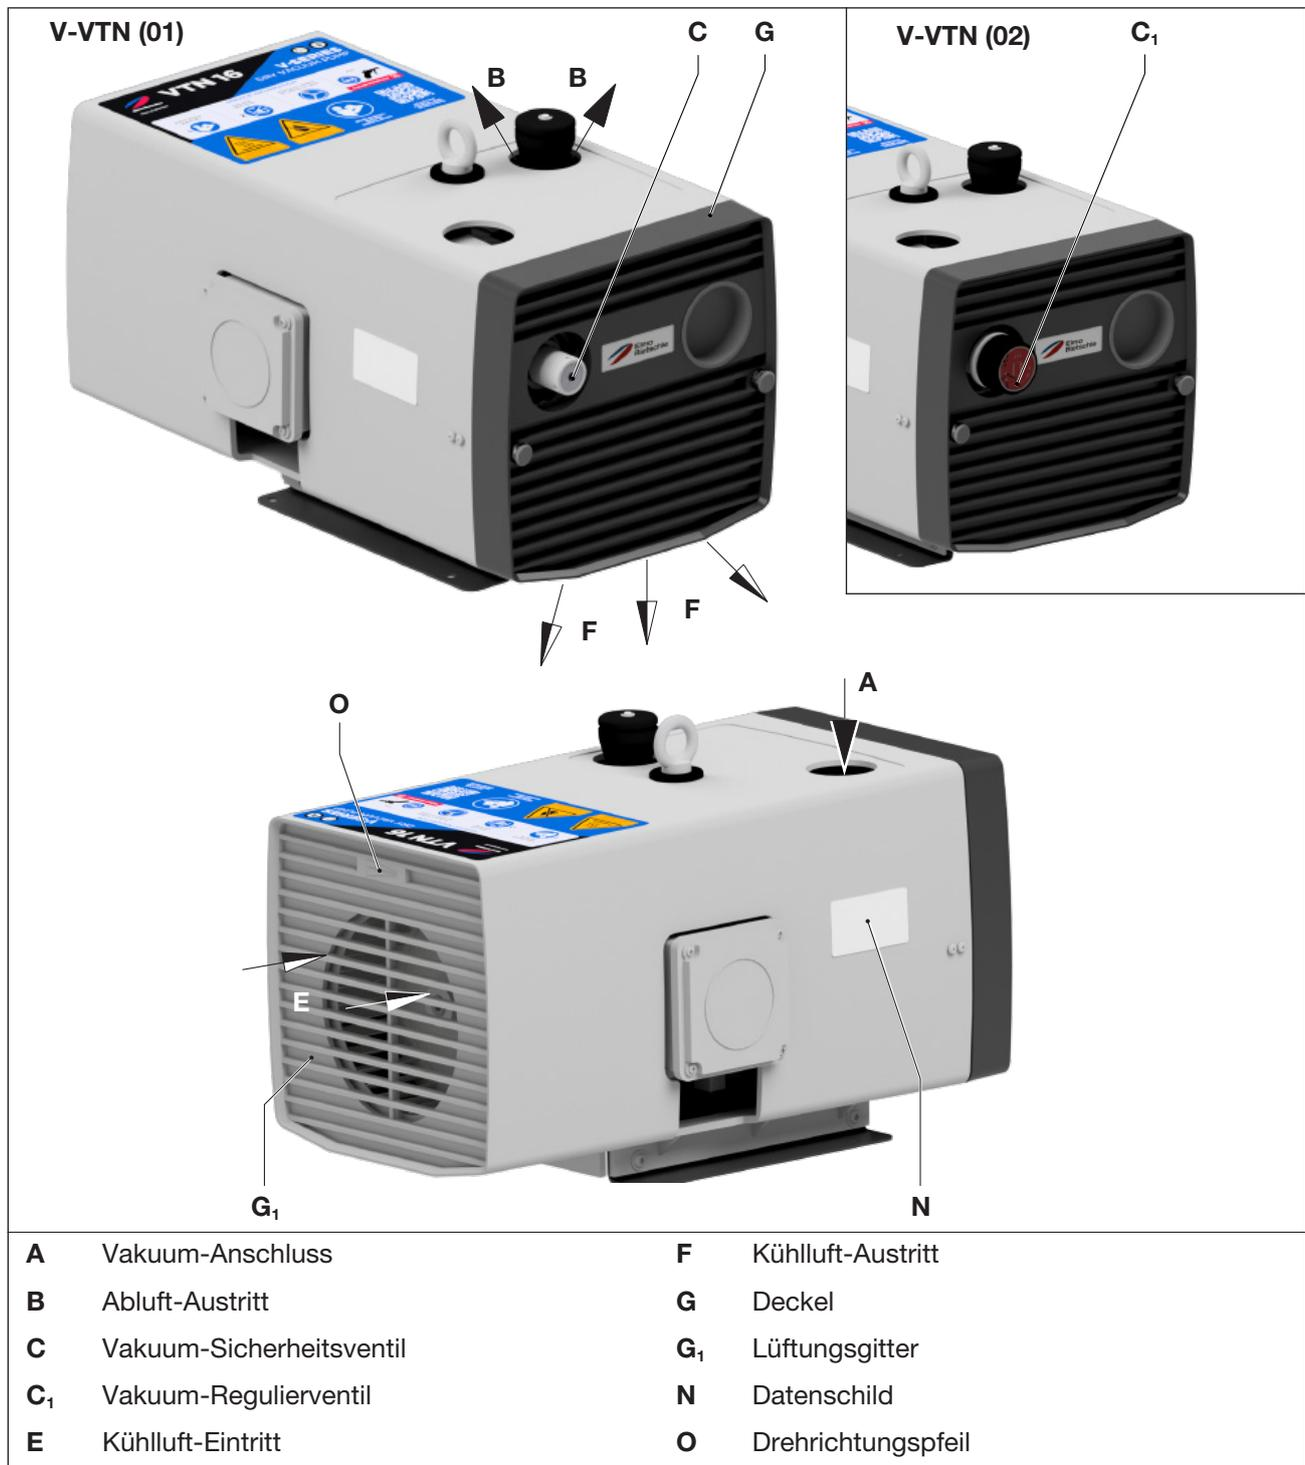

Abb. 2 Vakuumpumpe V-VTN - Variante 01 (mit Sicherheitsventil)/Variante 02 (mit Regelventil)
- Deckel (Abb. 2/G) und Lüftungsgitter (Abb. 2/G1) müssen leicht zugänglich sein.
- Blindstopfen an Sauganschluss (Abb. 2/A) entfernen.
- Rohrleitung an Vakuumanschluss (Abb. 2/A) anschließen.
Die abgesaugte Luft wird durch den Abluftaustritt (Abb. 2/B) frei ausgeblasen.
- Blindstopfen an Abluftaustritt (Abb. 2/B) entfernen.
- Rohrleitung an Abluftaustritt (Abb. 2/B) anschließen.